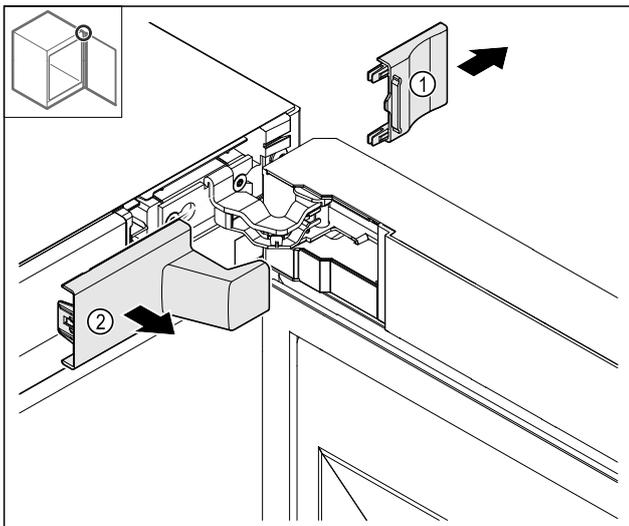

Fig. 15
- ▶ Abdeckung Fig. 15 (1) und dann Fig. 15 (2) entfernen.